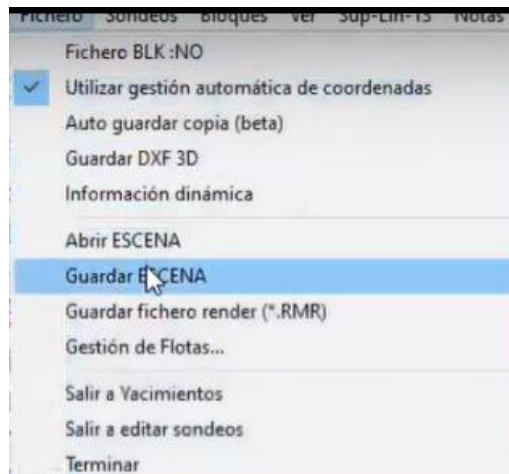

Figura 270. Guardar archivo.
80. En el menú superior, seleccionar el botón “Fichero” y dar clic en “Guardar escena”. Figura 270.